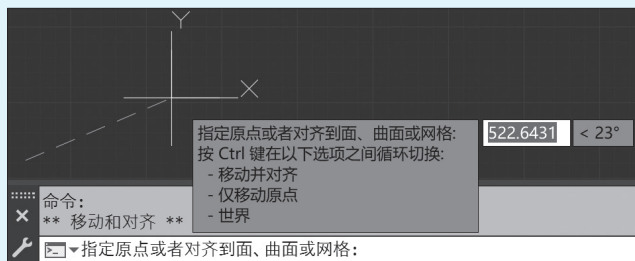

图 1-18 移动原点夹点
(2) 单击原点夹点并将其拖动到新的位置，如图 1-18 所示。这样用户坐标系的原点就被重新定义了。